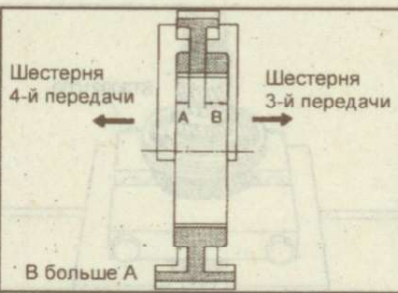

Рис. 9.213. Направление установки ступицы муфты синхронизатора 3-й и 4-й передач
3. Напрессуйте ступицу муфты синхронизатора 3-й и 4-й передач на первичный вал, при этом обратите внимание на направление установки ступицы муфты синхронизатора (рис. 9.213, 9.214).